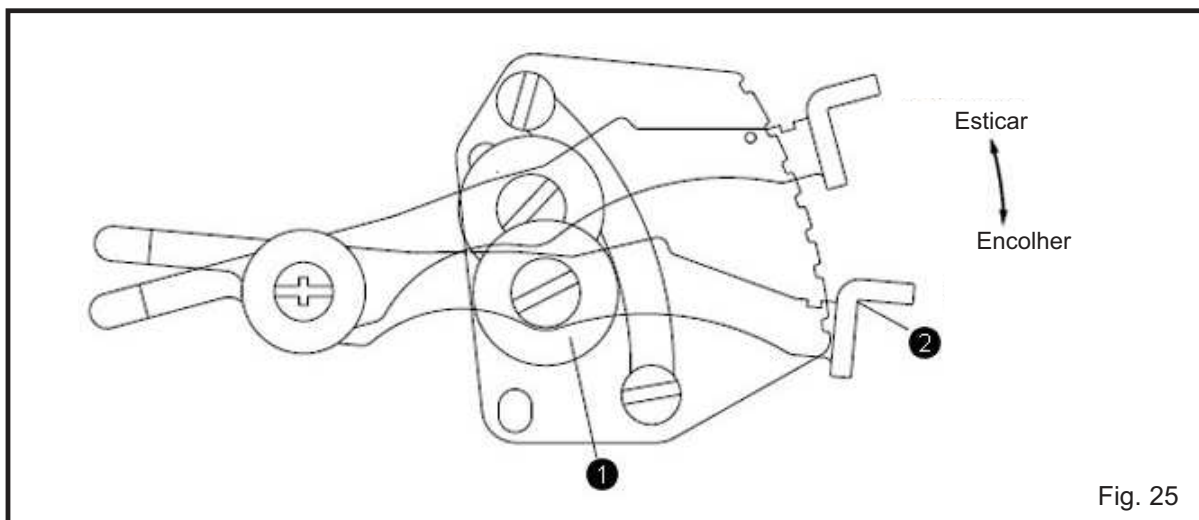

Fig. 25
Solte a porca de regulagem ① . Ajustar a barra de regulagem ② para baixo irá encolher o material, enquanto que movê-la para cima fará com que o material seja estendido. Aperte a porca de regulagem ① após concluir os ajustes. (Fig.25)(Tabela 3)